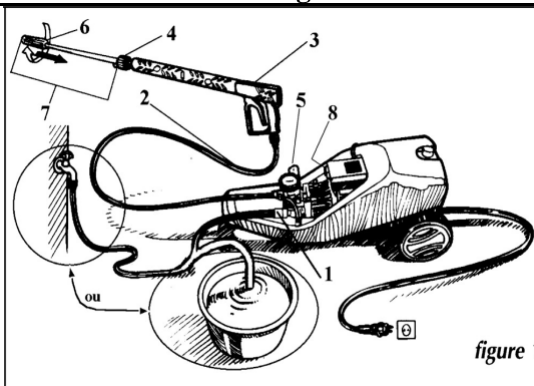

figure 1
2. Vissez le flexible haute pression sur le corps de pompe (N°56 fig.1).
3. Vissez l'extrémité du flexible sur le pistolet multifonction (N°3 fig.1). Ouvrir le robinet et actionner la gâchette du pistolet afin d'évacuer l'air de la pompe et du flexible , l'eau doit s'écouler abondamment.
4. Vissez la lance à l'aide de la molette (N°4 fig.1) sur le pistolet multifonction (N°3 fig.1). L'eau doit s'écouler abondamment en appuyant sur la gâchette. Si tel n'est pas le cas , merci de vous reporter à la rubrique « défauts & remèdes ».
- Pour obtenir la position haute pression (de 30 à 150 bars) , tirer la buse Variojet (N°6 fig.1) vers vous.
Pour obtenir la position basse pression (inférieur à 30 bars) , pousser la buse Variojet (N°6 fig.1) vers l'avant.
1. Réglez la pression désirée au moyen de la poignée noire (N°5 fig.1).
2. Réglez la forme du jet au moyen de la buse Variojet (N°6 fig.1) en tournant celle-ci vers la droite (jet large) ou vers la gauche (jet fin).
Lance (N°7 fig.1)
Flexible haute pression (N°2 fig.1)
Assurez-vous que la buse Variojet (N°6 fig.1) soit bien en position haute pression.
Dévissez et revisser la poignée de réglage de pression (N°5 fig.1), pour atteindre la pression de service (150 bars). Si vous obtenez que 110/120 bars, la buse interne de pression (N°20 fig.4) est usée, il faut la remplacer.